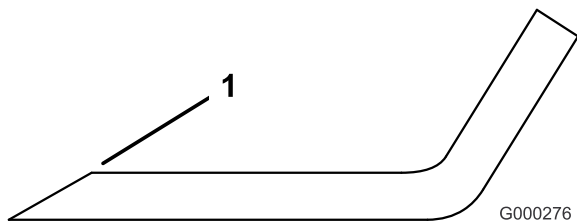

Figura 94
- Utilice una lima para afilar el filo de corte en ambos extremos de la cuchilla (Figura 94).